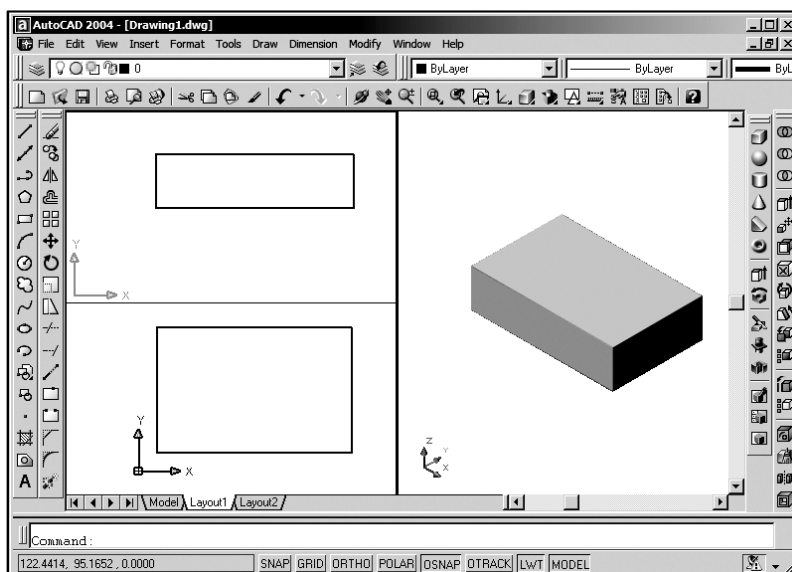

Рис. 2.3. Вид экрана после выполненных настроек
- ❑ Чтобы проверить выполненные настройки, постройте какой-либо solid-объект, например, параллелепипед (рис. 2.3): `box \ 10,10,0 \ 120,80,30`.